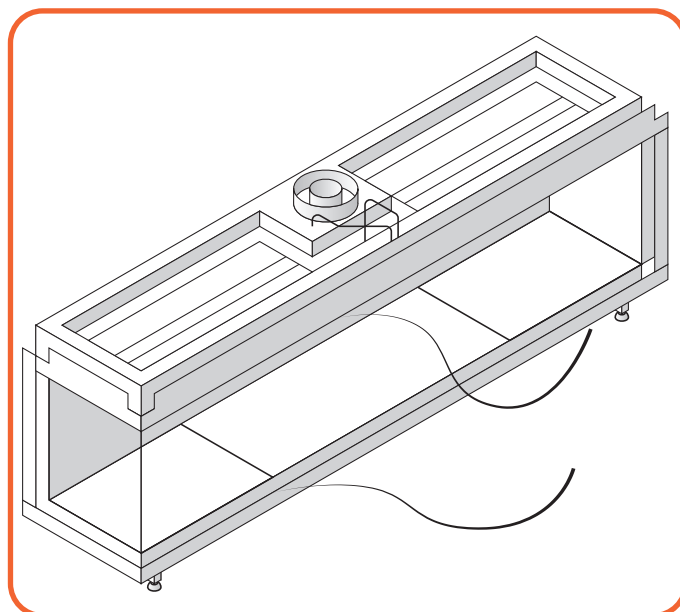

Abb. 9.3 Entfernen der Gurte
- Lösen Sie die Gurte die die Scheibe halten (Abbildung 9.3).